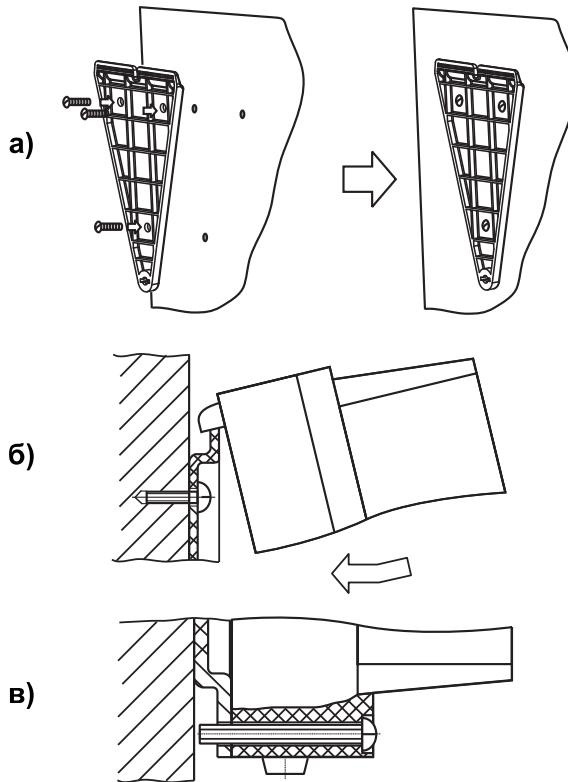
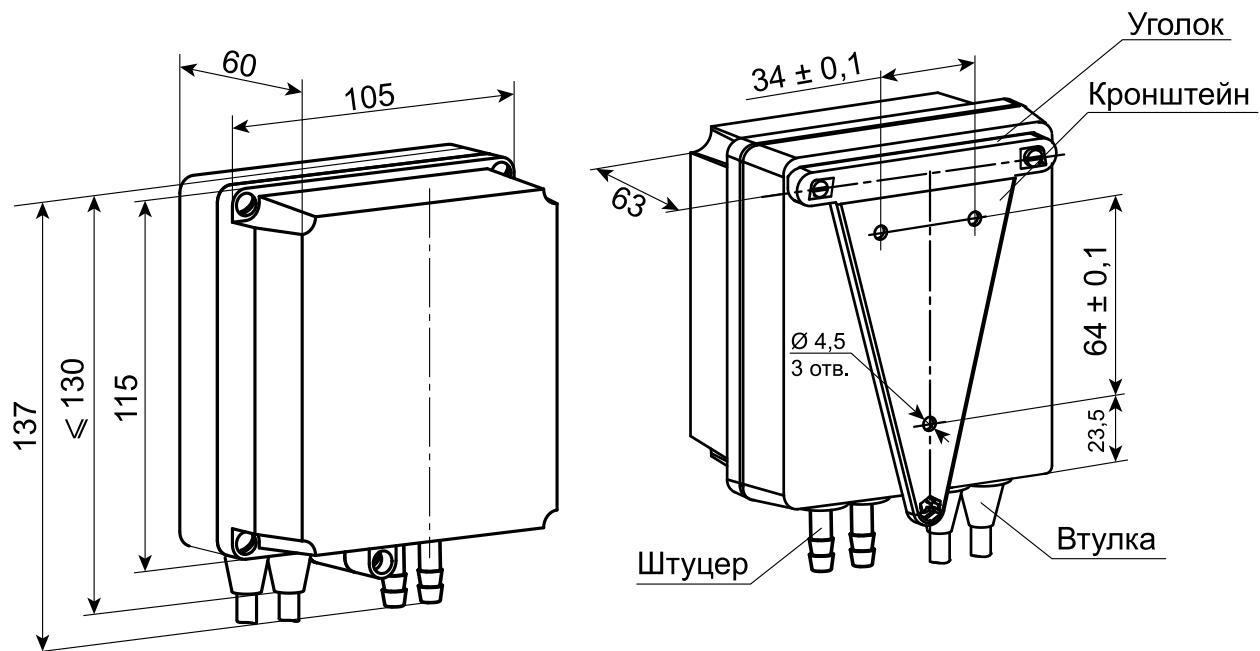

Рисунок 4.2 – Монтаж преобразователя настенного крепления
Рисунок 4.3 – Габаритные и установочные размеры преобразователя настенного крепления
1. Закрепить кронштейн тремя винтами M4 × 20 на подготовленной поверхности, см. рисунок 4.3 и рисунок 4.2, а.
3. Прикрепить преобразователь к кронштейну винтом M4 × 35 из комплекта поставки (рисунок 4.2, в).